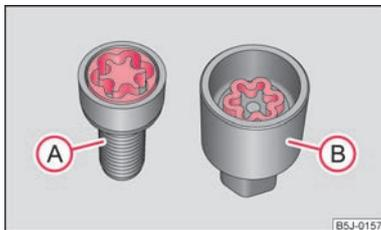

Abb. 140 Illustrationsbild: Sicherheitsradschraube mit Adapter
- Setzen Sie den Adapter **(B)** mit der verzahnten Seite in die innere Verzahnung des Kopfes der Sicherheitsradschraube **(A)** ein ⇒ **Abb. 140**.